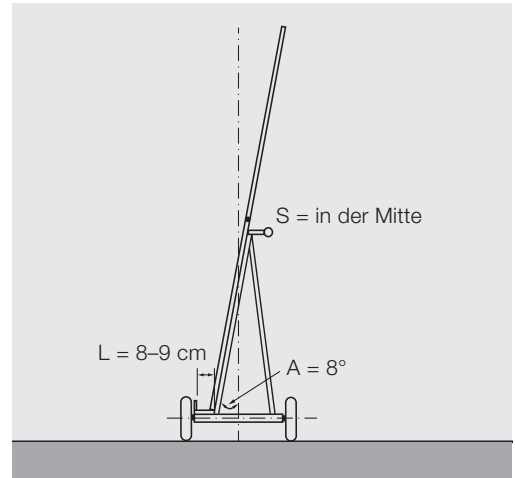

Bild 1: Sicherheitskonformer Transportwagen mit zwei Rädern:
1 Ist der Plattenwagen so gebaut, dass der **Schwerpunkt (S) der Platten** möglichst in der Mitte zwischen den beiden Rädern liegt? (Bild 1)